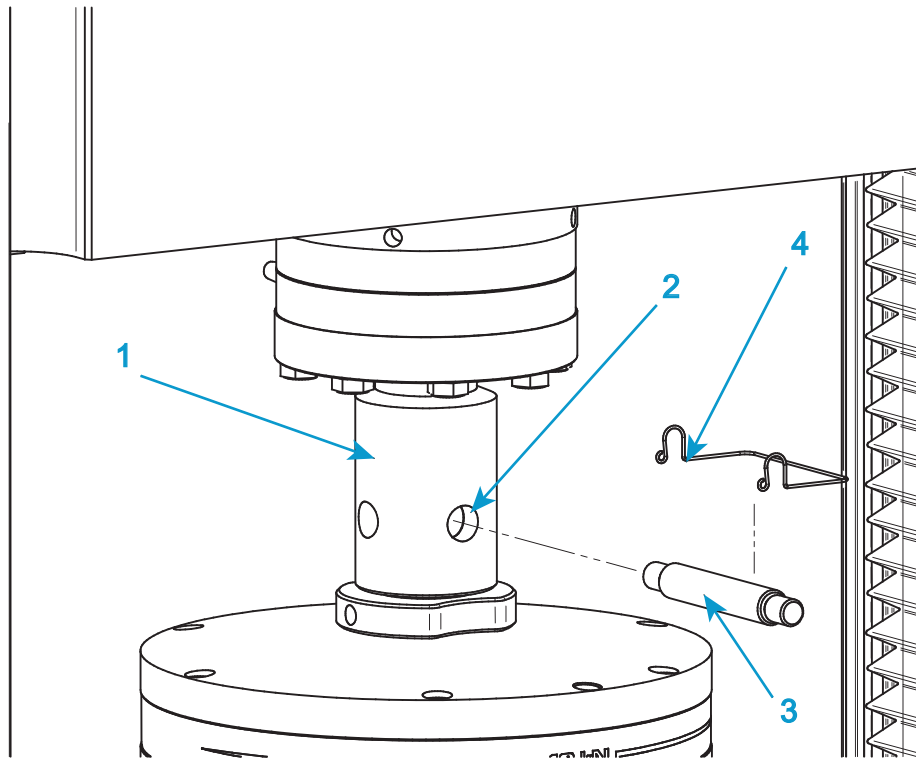

Figure 28. Installation de mâchoire classique
Consultez Figure 28 à la page 101 lorsque vous suivez cette procédure.
1. Pour la mâchoire supérieure, insérez l'adaptateur de la mâchoire dans le connecteur femelle à broche (1 dans la Figure 28) de l'adaptateur de capteur de force.
2. Alignez les trous de broche (2 dans la Figure 28) et insérez la broche (3 dans la Figure 28) par les trous.
3. Fixez la broche en position par la goupille de broche (4 dans la Figure 28).